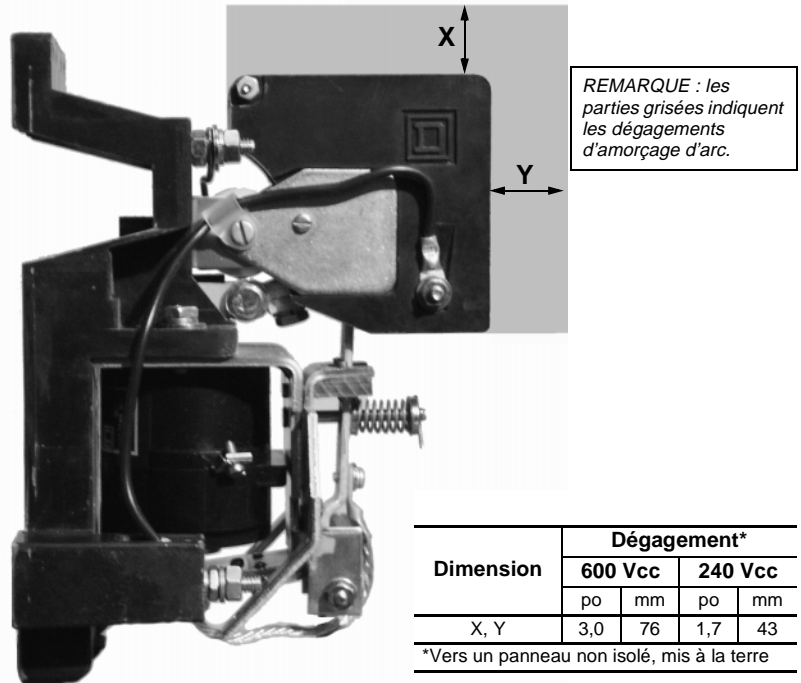

Figure 1 : Dégradations électriques
2. Inspectez les données de la plaque signalétique pour vérifier si elles correspondent à l'appareil. Vérifiez visuellement si la bobine de fonctionnement du contacteur (32) est à la bonne tension. La tension du circuit de la bobine de fonctionnement peut différer de la tension du circuit d'alimentation.
4. Montez le contacteur verticalement sur un support rigide et bien le fixer contre la base du contacteur à l'aide d'une rondelle ordinaire. Assurez les dégagements indiqués sur la figure 1 au-dessus du haut du contacteur et à l'avant de la chambre de coupure.